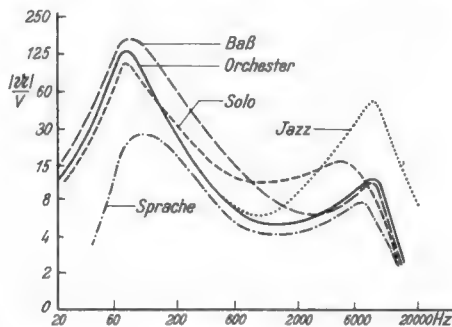

Bild 6. Nf-Übertragungskurven bei FM-Empfang (Lautstärkereger auf unterem Abgriff)
5. Breitwinkel-Eckstrahler: FUNKSCHAU 1955, Heft 13, Seite 271, Bild 6.
den Anzapfungen des Lautstärkereglers zu geführt, um oberstimmhaltige Instrumente und Geräusche stärker hervorzuheben. Die Frequenzgänge, die sich in den einzelnen Tastenstellungen ergeben, sind in Bild 6 dargestellt.